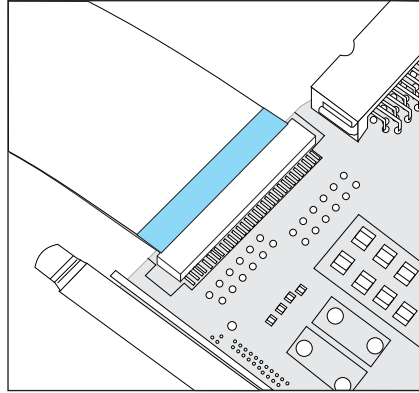
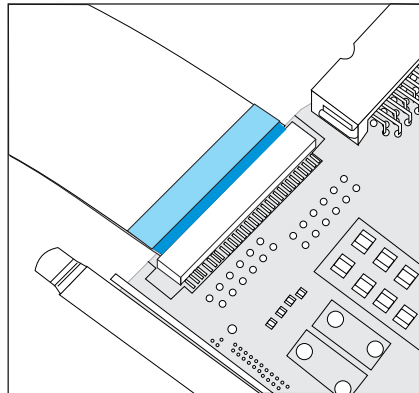
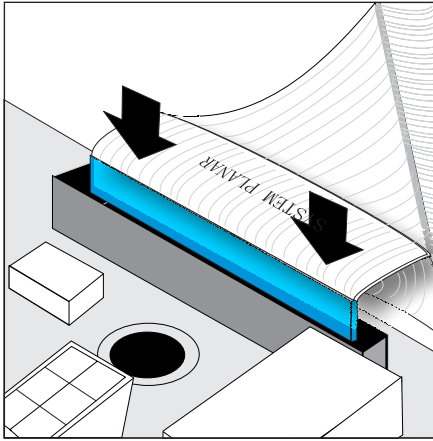

图 90. 服务控制器卡电缆已安装好
图 91. 服务控制器卡电缆尚未适当归位
图 93. 将服务控制器卡电缆装入系统板
- b. 在您重新连接扁平电缆前，确保它的触点是向下的。将电缆“小心地”安装到服务控制器后面，确保电缆是笔直装入（安装时电缆未摆动或者扭转）。请务必验证电缆接口端的深蓝色线不可见。这能保证电缆完全归位。请参阅第 145 页的图 90 和第 145 页的图 91。
- c. 要重新安装电缆，请“小心地”将扁平电缆（标记为“System Planar”）的一端安装到系统板，并确保将电缆笔直装入。请参阅第 148 页的图 93。现在，将扁平电缆送入要安装服务控制器的开口，将电缆的另一端（标记为“Controller Card”）从 SAN Volume Controller 底盘的前端拉出。接下来，“小心地”将电缆另一端安装到服务控制器后面，确保是将电缆笔直装入（安装时电缆未摆动或者扭转）。将 ATA 电缆安装到服务控制器后面。小心地安装服务控制器，同时确保电缆滑入底座时没有被损伤。请务必验证电缆接口端的蓝色线不可见。这能保证其完全归位。请参阅第 145 页的图 90 和第 145 页的图 91。